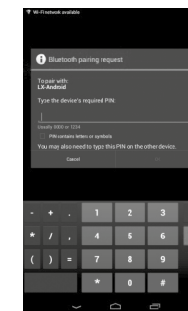

Abbildung 5
- Wählen Sie aus der Liste der verfügbaren Geräte das Gerät LX-Android aus. Geben Sie den PIN-Code 1234 ein und bestätigen Sie mit „OK“. (Abb. 5)